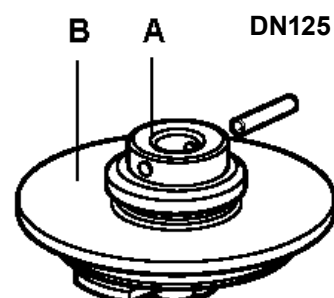

Fig. 6
- (Voir la Fig. 6). Le petit clapet (A) agit comme un clapet-pilote et s'ouvre en premier, permettant ainsi au fluide de passer de l'autre côté. De cette manière, on diminue la ΔP , et plus on ouvre, plus elle se réduit. Ainsi, l'ouverture du clapet principal (B) est facilitée. On aura le même principe pour la fermeture en fermant d'abord le clapet principal puis le petit clapet. Afin d'aider à la fermeture du robinet, ce dernier équipé d'un clapet équilibré doit être monté avec le fluide arrivant du côté du soufflet et non par le dessous du clapet.